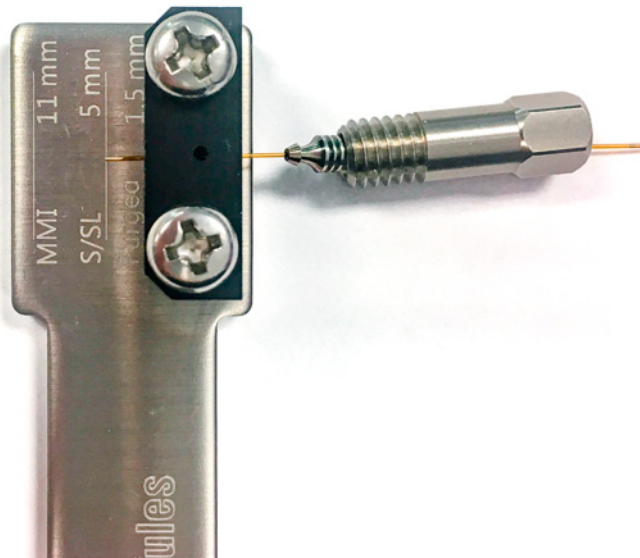

Abbildung 13. Einschrauben der Säule durch die Säulenmutter, die Ferrule und das Einwalzwerkzeug
- 3 Führen Sie das Säulenende durch die Säulenmutter, die Ferrule und das Einwalzwerkzeug, wie in **Abbildung 13** dargestellt.